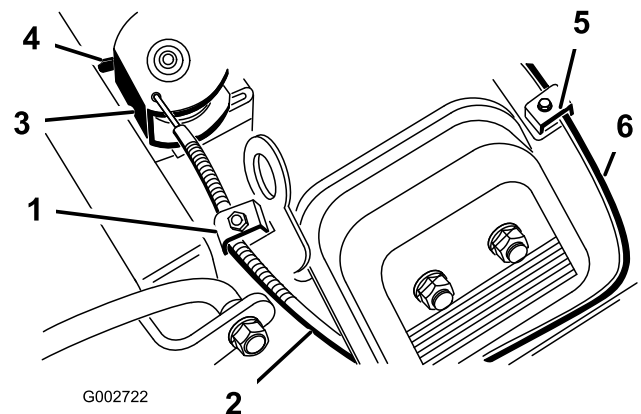

Bild 37
2. Lockern Sie die Klemmschraube des Bowdenzugs, mit der dieser am Motor befestigt ist (Bild 37).
4. Ziehen Sie fest am Bowdenzug, bis die Rückseite der Schwenkplatte den Anschlag berührt (Bild 37).
4. Ziehen Sie fest am Chokeyzug (Bild 37), bis die Choke-Drosselklappe ganz geschlossen ist; ziehen Sie dann die Klemmschraube des Chokeyzugs fest.